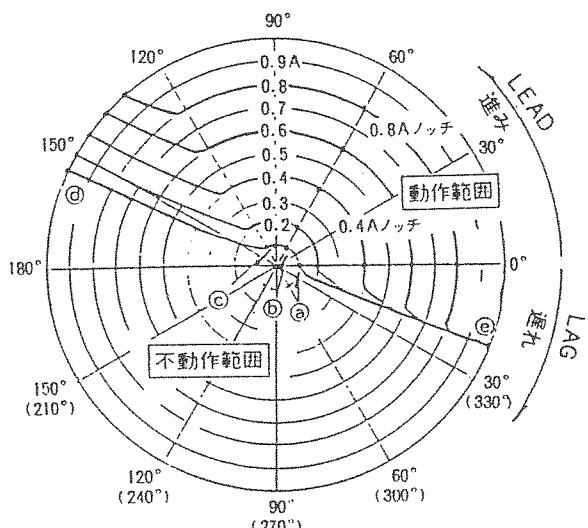

図3
- (7) 位相調整ツマミで、位相計の指示を進み（LEAD）60°に合わせます。（P 7参照）
- (8) 電流切換スイッチを0.3 [A] レンジにし、電流調整ツマミを静かに回し、電流を増加させて、繰電器が動作する電流がその位相による最小動作電流です。その時の電流値をプロットします。（図3の①点）（繰電器が動作した時繰電器の接点が閉じて、RD - 2V のブザーが鳴ります。）
- (9) 電流調整ツマミを「0」にします。繰電器のターゲットを押して、繰電器を復帰します。
- (10) 同様に進み（LEAD）90°、0°に於ける最小動作電流値をプロットします。
(図3のa, c点)
- (12) 電流切換スイッチを 1.2 [A] レンジにし、電流調整ツマミで 1.0 [A] に設定します。
- (13) 位相調整ツマミを回し、動作する位相角が動作角です。この時の動作角をプロットします。（図3の d 点）電流調整ツマミを「0」にします。継電器のターゲットを押して、継電器を復帰します。
- (14) 同様に、位相特性図（図3）の e 点も求め、プロットします。
- (15) 同様に、各整定ノッチ（タップ）ごとに行ってグラフを描きます。